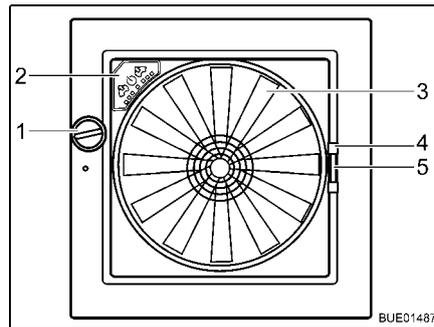

Fig. 111 Lanterneau Omni-Vent
**Ouvrir :** ■ Tourner le bouton rotatif (Fig. 111,1) jusqu'à ce que l'angle d'ouverture désiré soit atteint.
**Fermer :** ■ Tourner le bouton rotatif (Fig. 111,1) jusqu'à ce que le lanterneau soit entièrement fermé.
**Fermer :** ■ Tirer la moustiquaire par la poignée (Fig. 111,4) vers le côté de cadre opposé.
**Fermer :** ■ Presser la poignée (Fig. 111,5) du dispositif occultant.
**Ventilateur** Quand le lanterneau est ouvert, l'espace intérieur peut être ventilé et aéré avec un ventilateur à 6 niveaux de puissance (Fig. 111,3). La commande du ventilateur s'effectue sur son panneau de commande (Fig. 111,2).